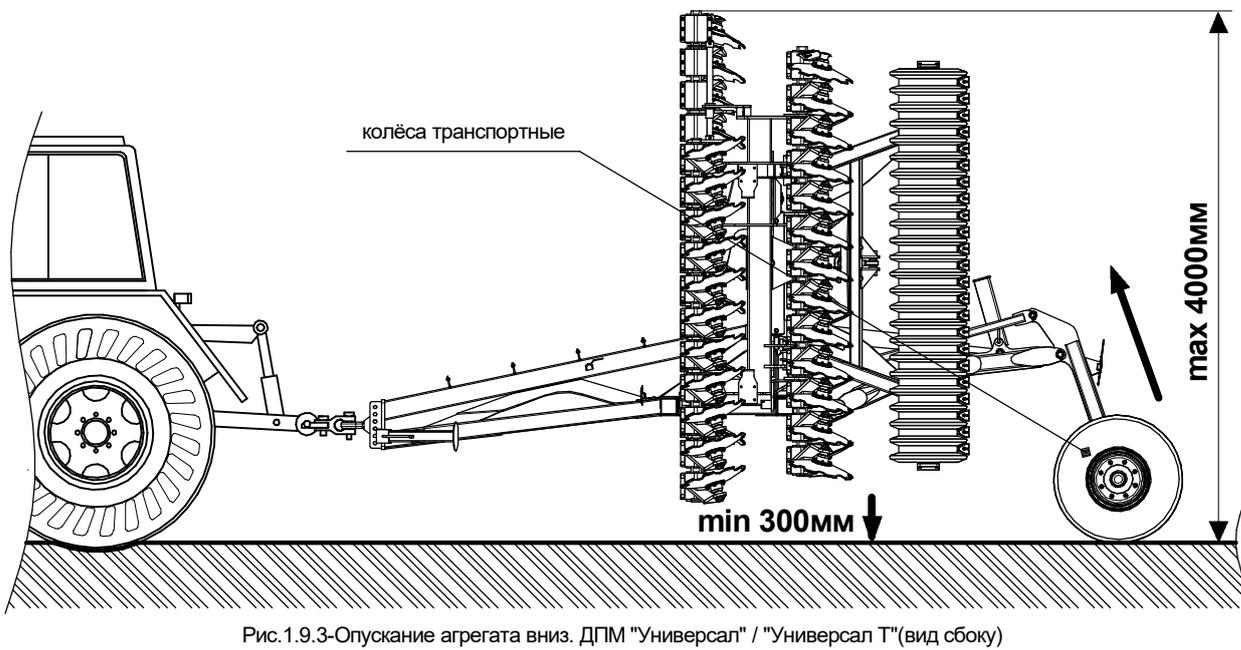

Рис.1.9.3-Опускание агрегата вниз. ДПМ "Универсал" / "Универсал Т" (вид сбоку)
4. С помощью рычагов управления гидравлики транспортных колёс (рис.1.9.3), опустите агрегат таким образом, чтобы высота транспортного положения была максимум 4м.